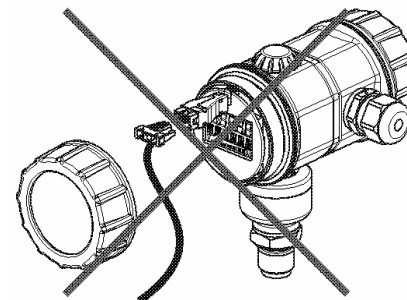

Рисунок 15 - Запрещенное подключение во взрывоопасных зонах по интерфейсу JUMO
13.7.1 Во взрывоопасных зонах разрешено использование только HART-модема и поворотной кнопки, интерфейс JUMO использовать запрещено, см. рисунок 15.